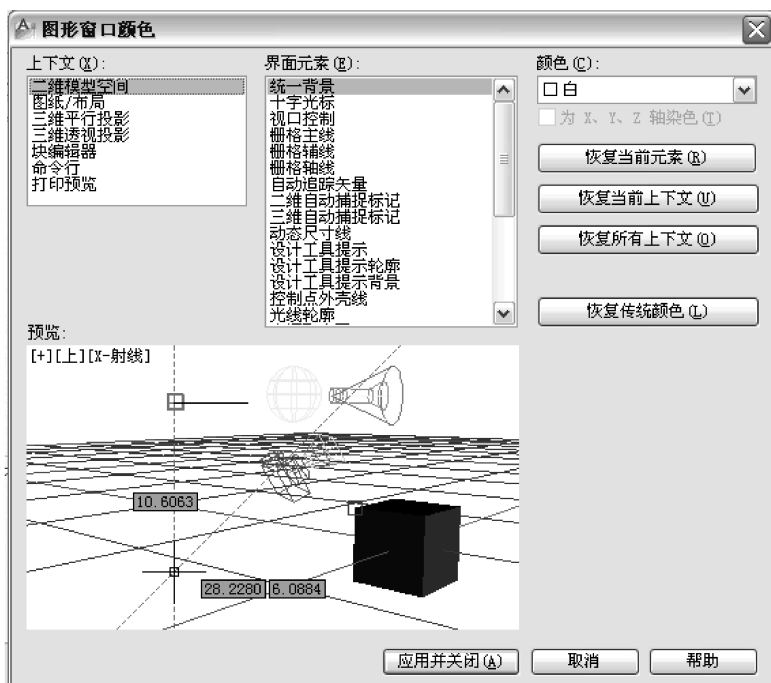

图 2-12 “图形窗口颜色”对话框
Step 1 调用菜单栏“工具”→“选项”命令,弹出“选项”对话框,在“显示”选项卡的“窗口元素”选项区域中,单击“颜色”按钮,打开“图形窗口颜色”对话框,如图 2-12 所示。